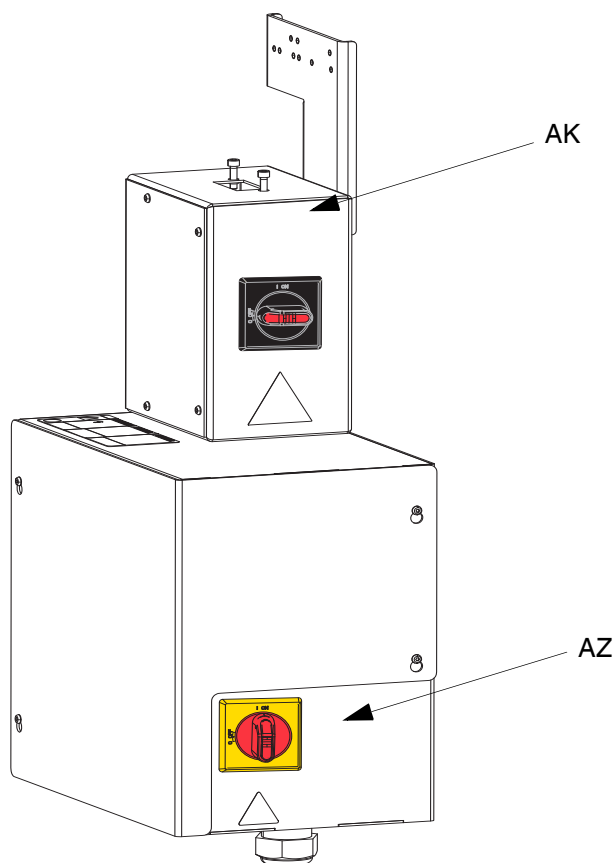

Fig. 4. Disconnessione dell'alimentazione
L'interruttore di disconnessione (AZ) si trova sulla scatola di controllo del calore (AX), vedere FIG. 4. È inoltre presente un interruttore rosso e nero per la scatola di giunzione dell'alimentazione (AK) ubicato sulla scatola di giunzione dell'alimentazione (AJ). L'interruttore sulla scatola di giunzione dell'alimentazione (AK) interrompe l'alimentazione dall'intero sistema A ECCEZIONE del sistema di riscaldamento. L'interruttore di disconnessione (AZ) rimuove l'alimentazione dell'intero sistema, incluso il riscaldamento.